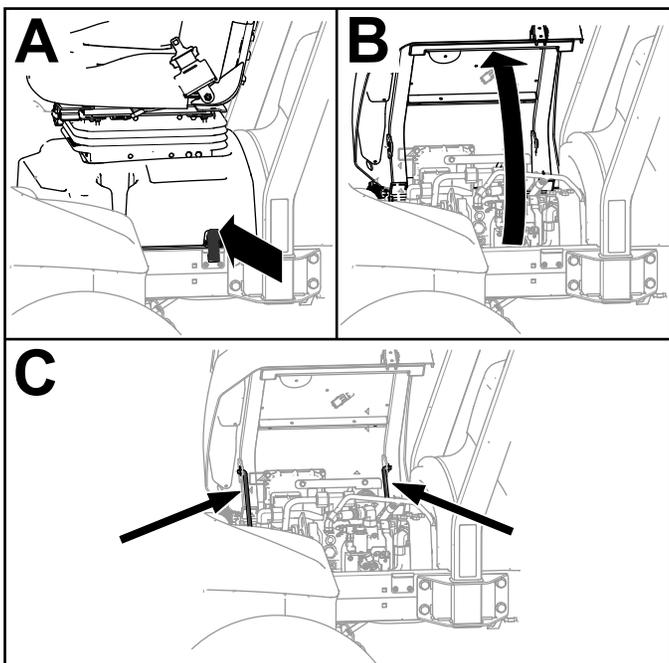

図 104
1. シートベースのラッチを外す 図 104のA。
2. シートとベースを傾けて開く ( 図 104の B)。
3. ロッドで支える 図 104のC。